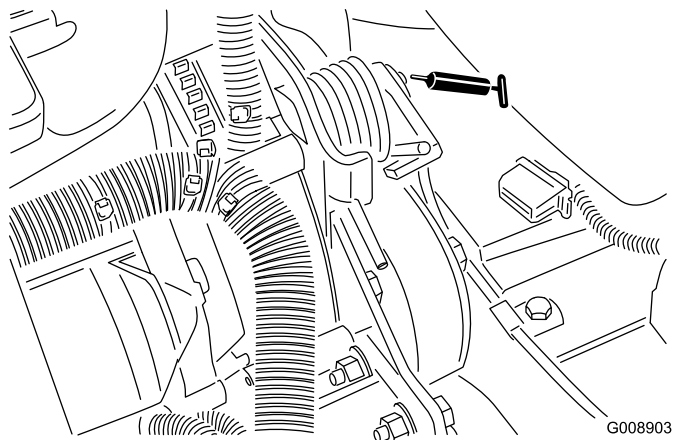

Figura 38
- Perno di tensionamento della cinghia (Figura 38)